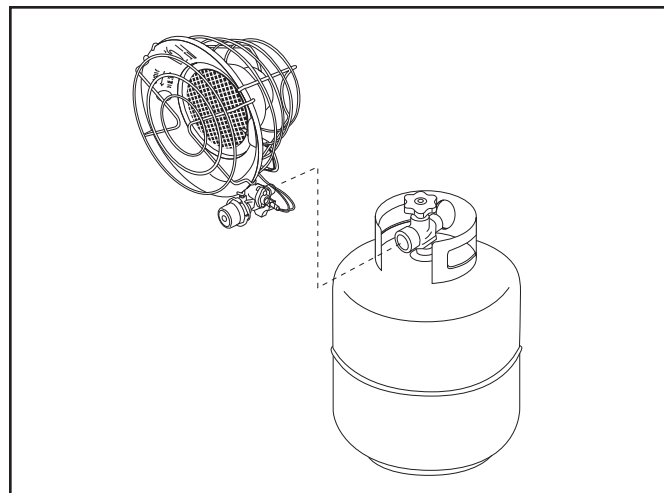

Figure 2a.
- Insérez le connecteur de la valve de régulation dans le raccord de sortie de la valve de la bonbonne et vissez à gauche (sens inverse des aiguilles d'une montre) aussi loin que possible. Ne serrez pas trop fort. (Voir Figure 2a)